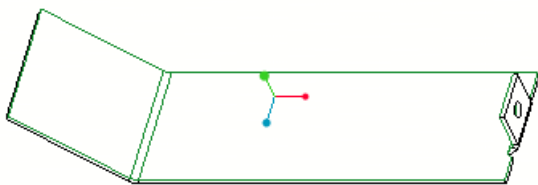

图 8-80 练习实例模型
- (1) 如何新建一个工程图文件?
- (2) 思考: 钣金件工程图与一般的实体零件工程图有什么异同之处?
- (3) 制作钣金件工程图的典型方法有哪些? 请简述其步骤。
- (4) 如何在一个工程图文件中添加多个模型视图?
- (5) 如何在钣金件工程图中显示折弯顺序表内容?
- (6) 请创建图 8-80 所示的钣金件, 具体的特征尺寸由读者确定, 只要求形状大致相同即可。然后为该钣金件设计其钣金件工程图, 要求在钣金件工程图中显示有折弯顺序表和关键的折弯线注释。